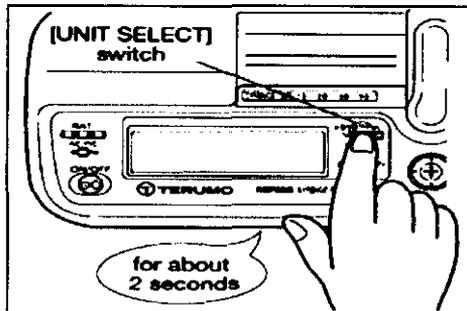

Fig. 35: [UNIT SELECT] switch: Botón [SELECCIÓN UNIDAD]; for about 2 seconds: alrededor de 2 segundos
- 1) Pulse el botón de [SELECCIÓN DE UNIDAD] durante 2 segundos. El timbre suena y la pantalla de modo Peso Corporal se enciende. (Fig. 35)